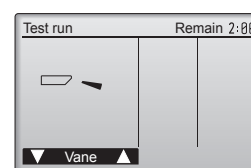

Fig. 7-4
- 2 Πατήστε το πλήκτρο [ΕΠΙΛΟΓΗ] για να εμφανιστεί η οθόνη της λειτουργίας Vane (Πτερύγιο φτερωτής) και, στη συνέχεια, πατήστε τα κουμπιά [F1] και [F2] για να ελέγξετε την αυτόματη διακύμανση της κατεύθυνσης του αέρα. (Fig. 7-4)